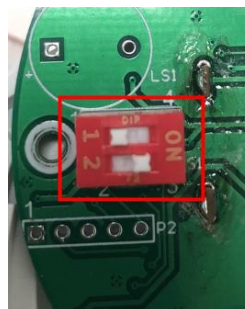

图 1
- 设备断电, 将 S1 拨码开关的第二位, 拨到 “ON” 侧 (如图 1);